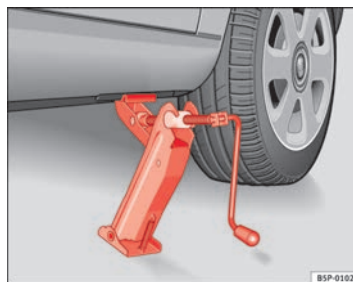

Fig. 177 Mise en place du cric
- Positionnez le cric de sorte que son crochet entoure la nervure du bas de caisse et que la base mobile soit appuyée bien à plat sur le sol ⇒ **fig. 177**.